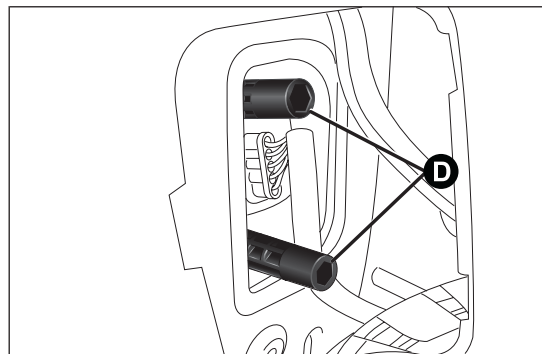

fig. 171
- à l'aide de la clé Allen A, dévisser les dispositifs de fixation D fig. 171 du groupe optique arrière ;